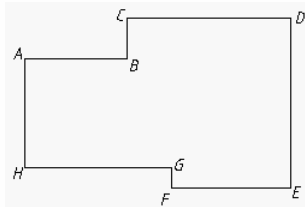

图1-15 画线段 AB 、 BC 等
1. 画线段 AB 、 BC 、 CD 等, 如图 1-15 所示。
结果如图 1-15 所示。